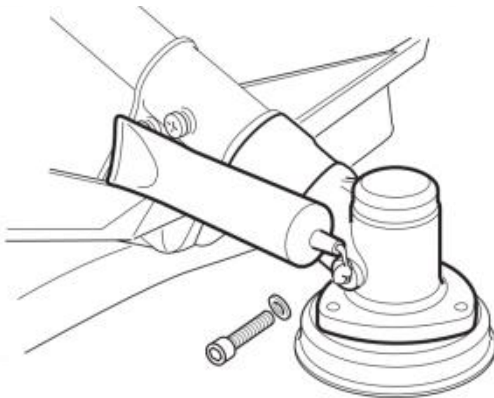

Fig. 68
2. Agregue lubricante adecuado (Fig. 68).